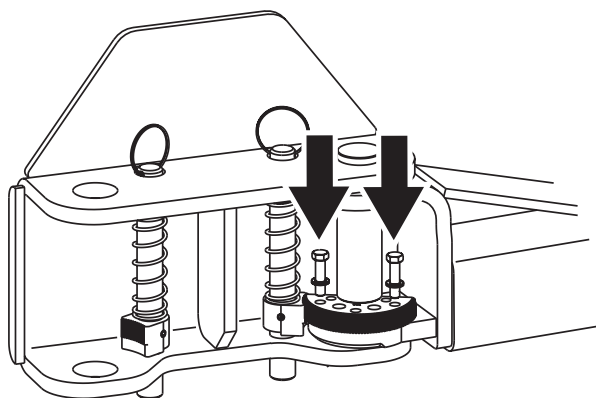
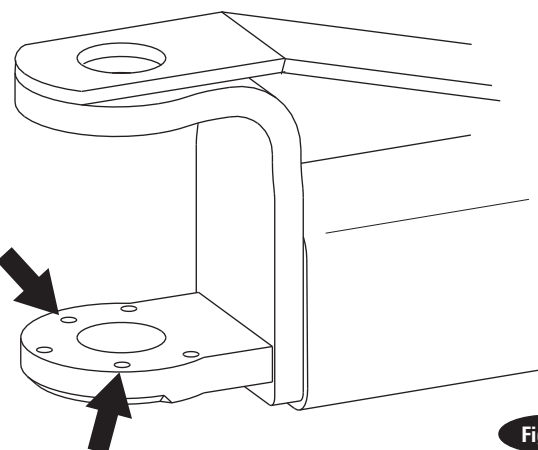

Fig. 17c
Fig. 18
Ensuite, installez les (3) boulons hexagonaux 3/8"-16NC x 1-1/2" (12 au total pour les 4 bras) et les rondelles de blocage à ressort 3/8" dans le système et le bras, mais ne serrez pas. Voir Fig. 17c, Fig. 18, et Fig. 19.